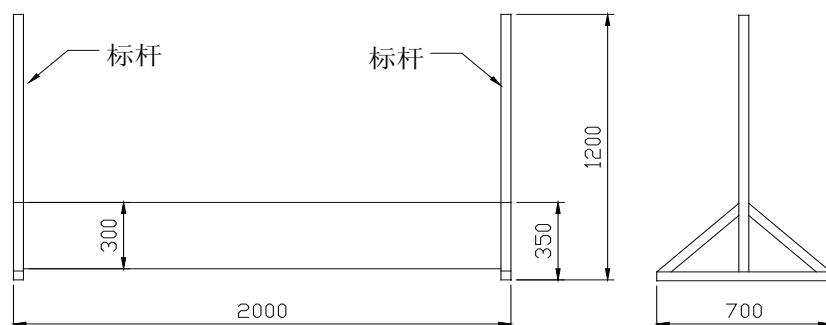

图 5, 障碍板结构图
2) 在赛段的中点（离起点 10 米处）设有如图 5 所示的高度为 35cm 的木结构障碍板，要求选手在绕标往返过程中越过障碍板；